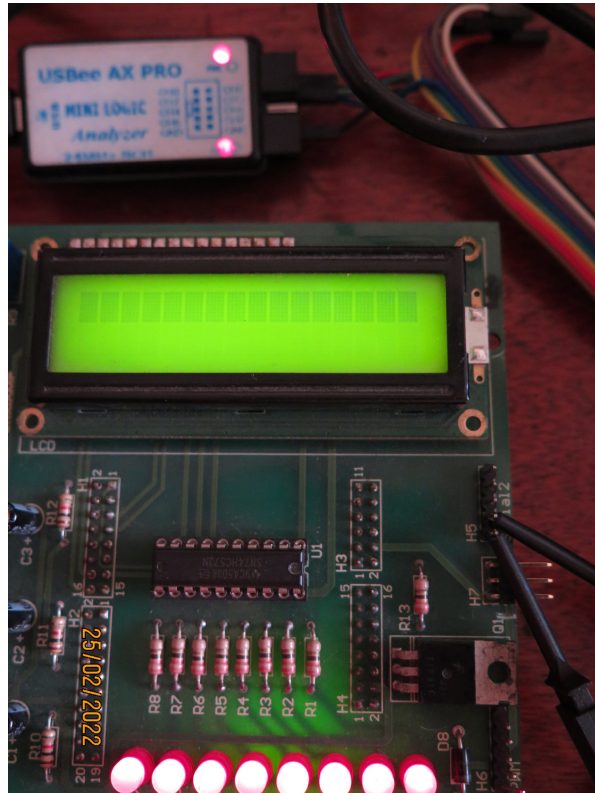

Figura 1: Conexão do analisador com os pinos 4 e 5 (terra) do *header* H5 da placa FEEC871.
- 2 **Pipeline de 2 Estágios:** Vamos estimar o tempo de execução de um trecho de códigos a partir dos ciclos de instruções especificados pelo fabricante e da frequência do processador (20.971.520 Hz). Usaremos o analisador lógico Saleae [3], conectado conforme mostra a Figura 1 no pino PTE20 do microcontrolador (um canal do analisador no pino 4 do *header* H5 e o terra do analisador no pino 5 de H5) [6], para validar o tempo estimado. Para isso, é necessário configurar o pino com o projeto `rot3_aula`, em *assembly* [11] (Seção 2.1/página 8 em [15]).